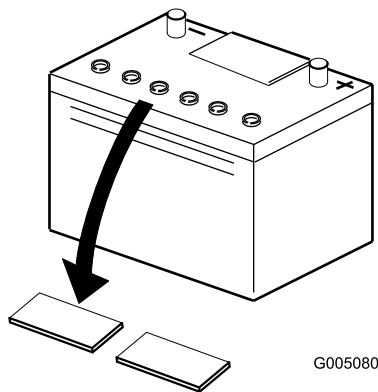

図 3
2. バッテリーの上部をきれいに拭い、キャップを取り外す(図 3)。